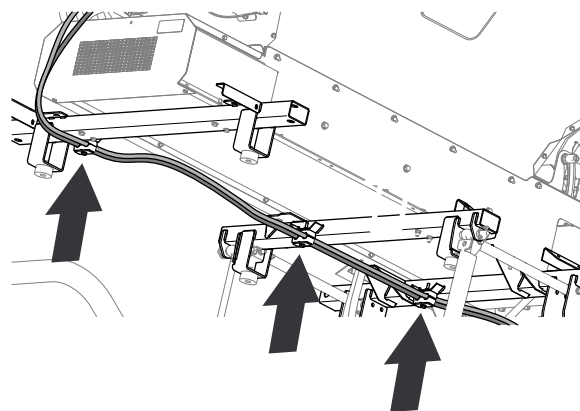
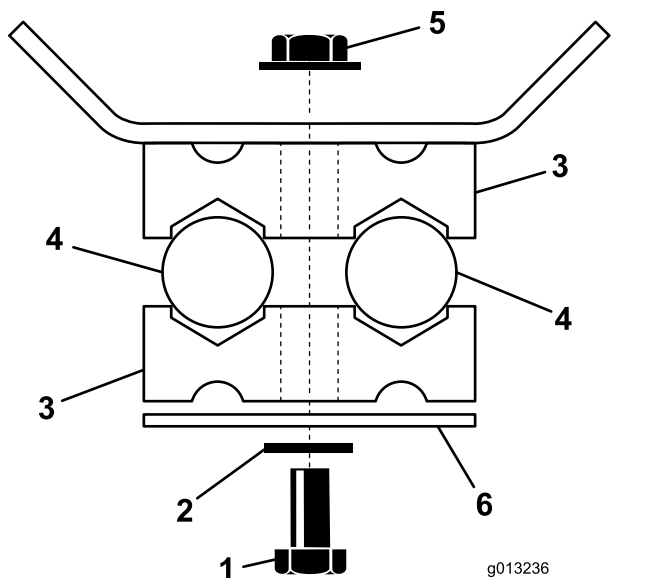

Figura 22
Figura 23
1. Fate passare i flessibili idraulici della pressione e di ritorno lungo la guida destra del telaio del topdresser come mostrato nella Figura 22
2. Montate senza serrare i flessibili alle 3 staffe di montaggio dei flessibili che si trovano sulle traverse anteriore, centrale e posteriore (Figura 22 e Figura 23) con 3 bulloni senza dado (1/4" x 2 3/4"), 3 rondelle (1/4"), 3 piastre di serraggio, 6 metà di morsetti per tubi e 3 dadi di bloccaggio flangiati (1/4").
5. Serate i 3 bulloni senza dado e i 3 dadi di bloccaggio che assicurano le metà dei morsetti per tubo (Figura 23).